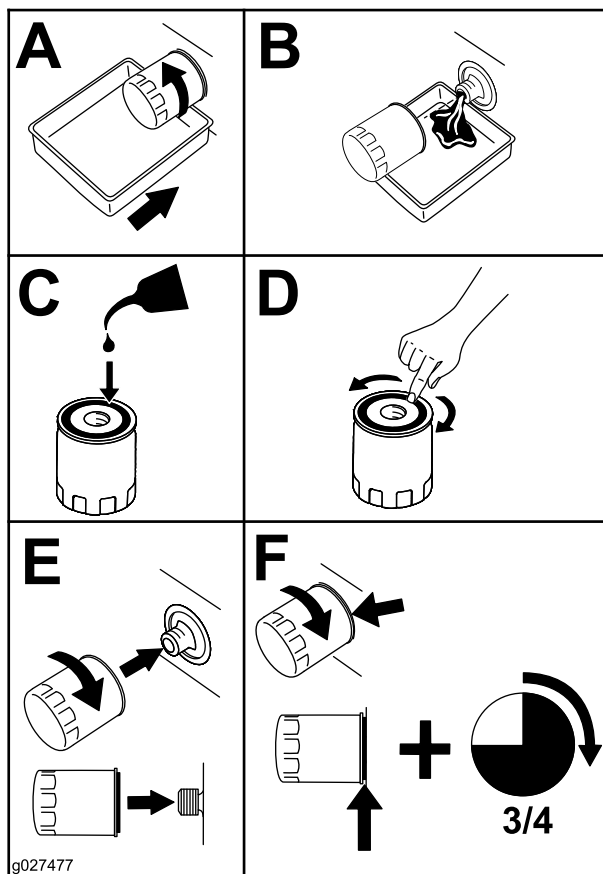

Figura 52
4. Cambie el filtro del aceite del motor, tal y como se muestra en la Figura 52.